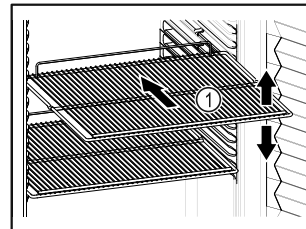

Fig. 47 Ενδεικτική απεικόνιση
- ❑ Εάν οι σχάρες Fig. 47 (1) είναι ρυθμιζόμενες, προσαρμόστε τα ανάλογα με το ύψος.